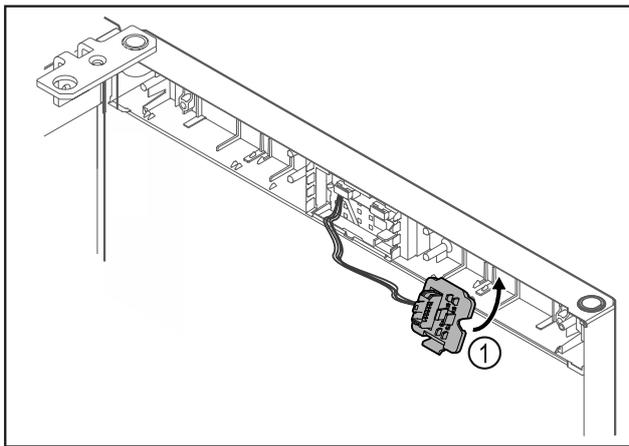

Fig. 21
- ▶ Užfiksuokite kištuko laikiklį Fig. 21 (1) priešingoje pusėje.